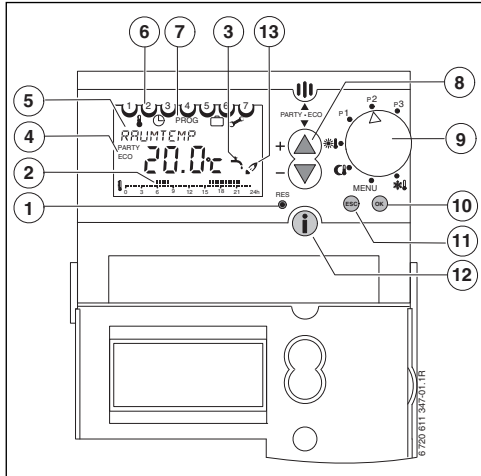

Fig. 8 Schema degli elementi di comando
- ▶ Posizionare il selettore impostazioni su **MENU** (vedi Fig. 8).